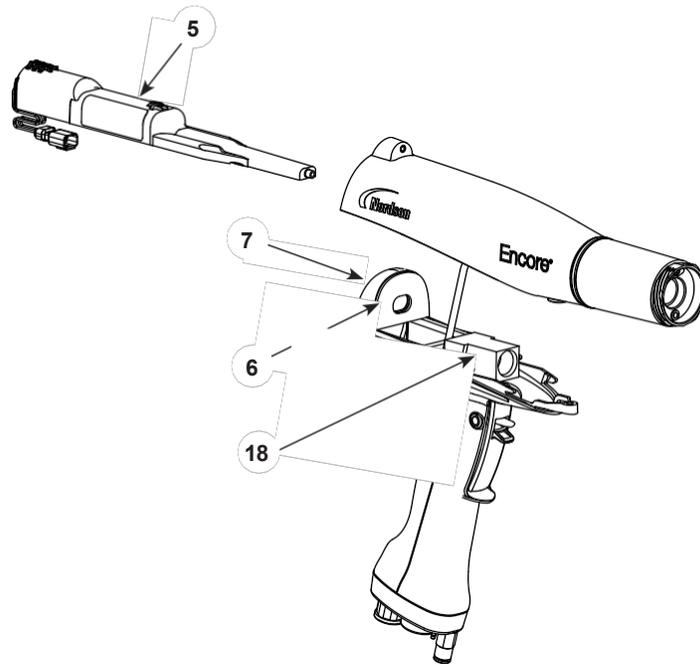
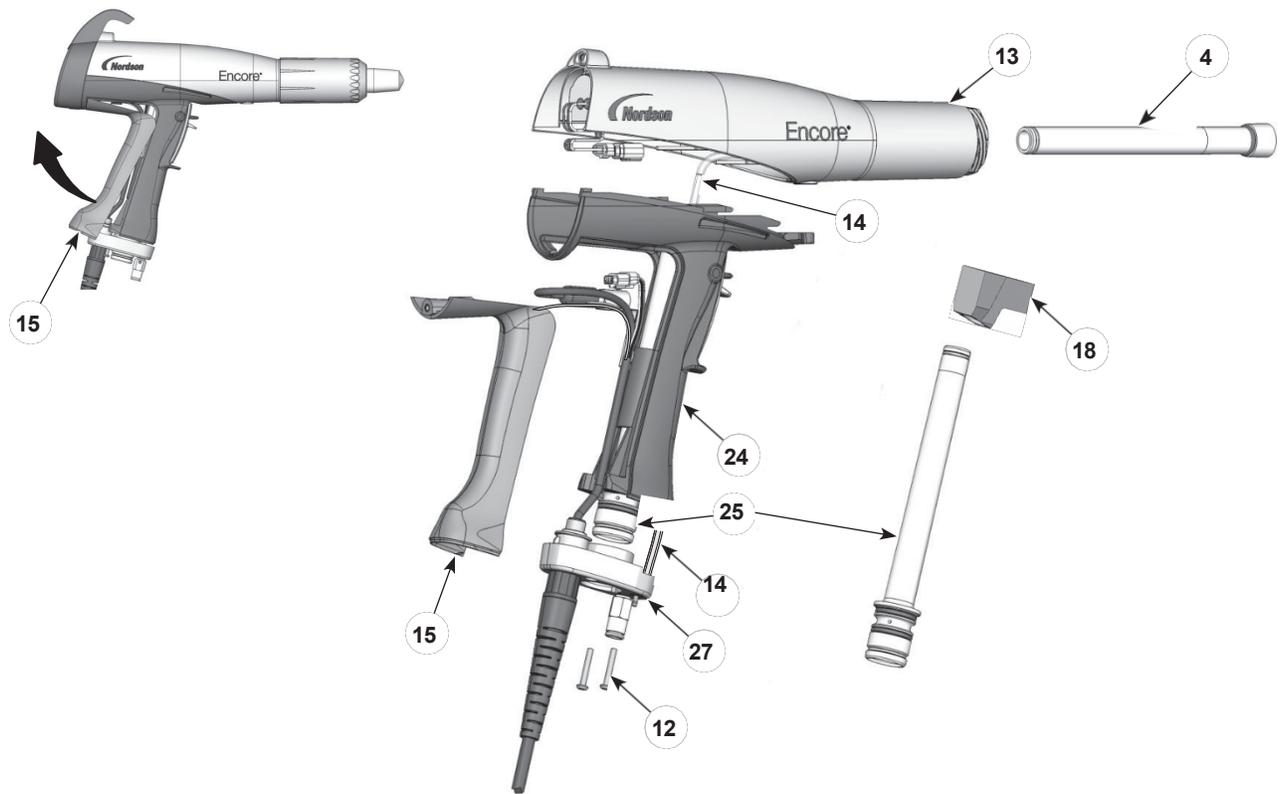

Figure 14 Retrait de l'alimentation électrique du corps du pistolet
Figure 15 Poudre Remplacement du chemin d'accès
1. Voir la figure 14. Faire glisser le bloc d'alimentation (5) hors du corps du pistolet.
2. Vérifier le joint (6) à l'arrière de la cloison (7). Remplacez-le s'il est endommagé. Le est fixé à la cloison à l'aide d'un adhésif sensible à la pression.
1. Voir la figure 15. Retirer le coude (18) du tube d'admission (25).
2. Retirer les deux vis M3 x 20 (12) de la base de la poignée (27). Retirer la base de la poignée, faire basculer le bas de la plaque de mise à la terre (15) vers le haut et l'éloigner de la poignée, puis l'enlever. Laissez le fil de terre connecté à la plaque de mise à la terre.
3. Pousser le tube d'admission (25) vers le haut et hors de la base, puis déplacer la base hors du chemin. et retirer le tube d'admission de la poignée.
4. Pousser le tube de sortie (4) hors de l'avant du corps du pistolet (13).
1. Voir la figure 15. Installer tube de sortie (4) dans le corps du pistolet (13), l'extrémité du tube affleurant l'extrémité du pistolet.
2. Installer le tube d'admission (25) dans la poignée (24), puis installer l'extrémité du tube dans la base de la poignée (27).
3. Pousser la base de la poignée près de la poignée, puis accrocher l'extrémité supérieure du tapis de sol. (15) dans le corps et le faire pivoter sur la poignée. Assurez-vous que les fils du câble ne sont pas pincés ou coincés lors du réassemblage.
4. Installez la base de la poignée sur la poignée et le patin de mise à la terre et fixez-la à l'aide des deux vis M3 x 20 (12).
5. Voir la figure 14. Installer le coude sur le tube d'entrée, avec l'extrémité orientée vers l'avant du pistolet, comme illustré.
1. Voir la figure 14. Aligner le corps du pistolet avec la poignée et les faire glisser ensemble, en engageant les nervures internes du corps du pistolet avec les languettes de la poignée.